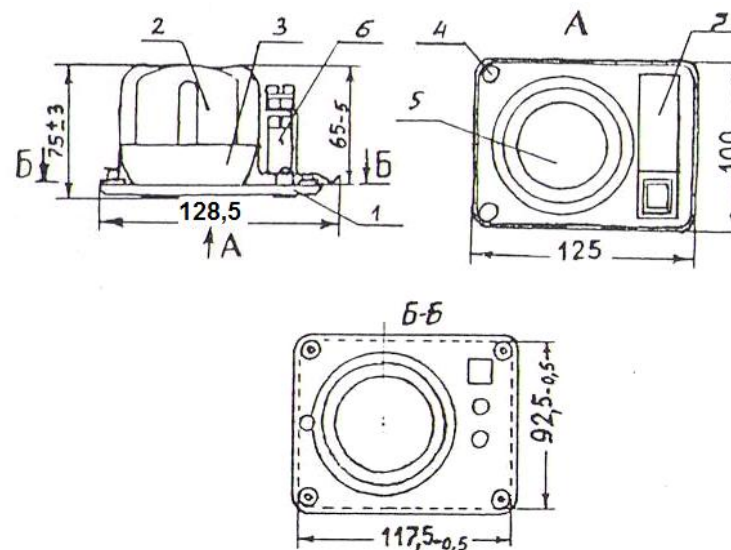

Рисунок 1
2.1 Светильник СВВ01-3-001 УХЛ4.2 (рисунок 1) предназначены для местного освещения пассажирских вагонов.